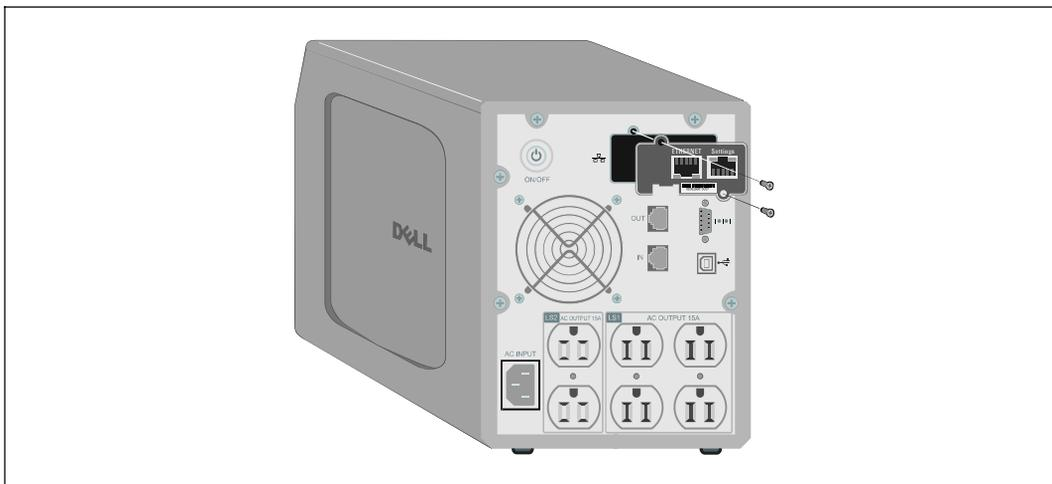

图 4. 安装网络管理卡
- 1 取下 UPS 上的 通信槽 护盖（请参阅图 4）。保留螺钉。
- 4 将卡 滑入打开的槽中，然后使用步骤 1 中取下的螺钉固定（请参阅图 4）。